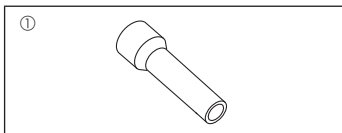

Fig. 1-1
1.6. Tilbehør til utendørsenheten (Fig. 1-1) (ZM200/250, M200/250)